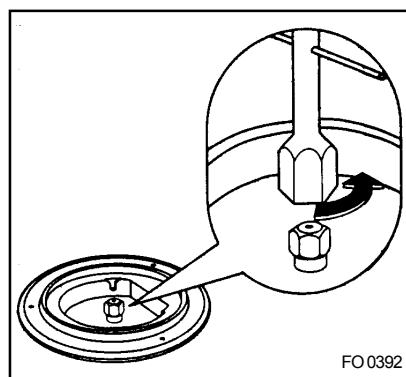

Fig. 10
- 3) Con una chiave a tubo da 7 svitate e togliete (Fig. 10) gli ugelli, sostituendoli con quelli corrispondenti al tipo di gas di funzionamento (vedi tabella 'Caratteristiche dei bruciatori' a pagina 6).